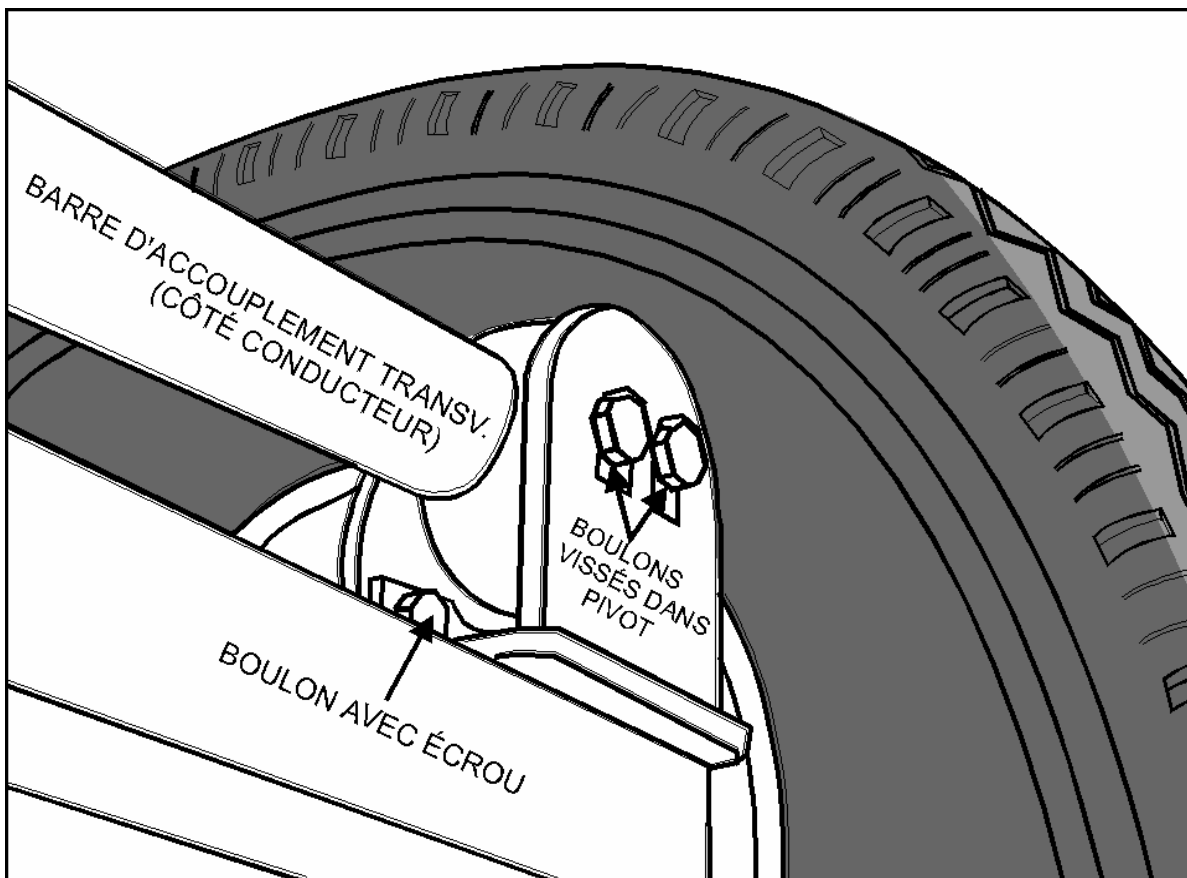

FIGURE 8 - VUE DE L'AVANT
1. Identifier sur un type de montage semblable mais cette fois localisé à l'autre extrémité de la barre d'accouplement transversale (côté conducteur), les deux boulons (avec écrous) retenant l'ensemble plaque-pivot de la barre d'accouplement transversale à son support (consulter la figure 8).